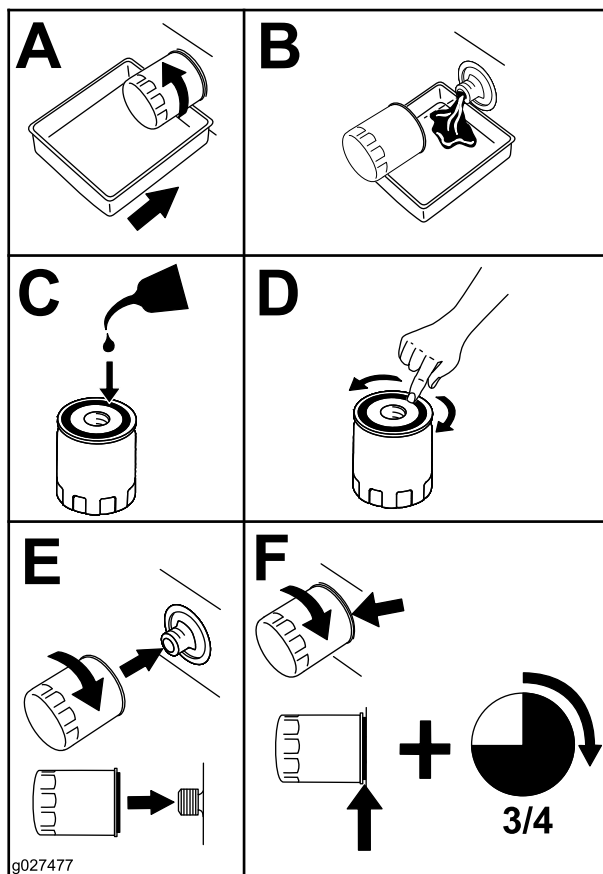

Figura 50
4. Mude o filtro do óleo do motor, conforme se mostra na Figura 50.